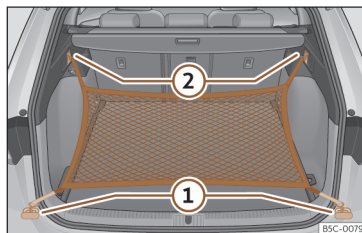

Fig. 197 Na bagageira: argolas (1) e ganchos (2) para fixar o saco de rede.
- Fixe os ganchos curtos da rede nas argolas de fixação >>> **Fig. 197** (1) >>> . O fecho de correr do saco deve ficar voltado para cima.
- Fixe as fitas nos ganchos para prender sacos (2).